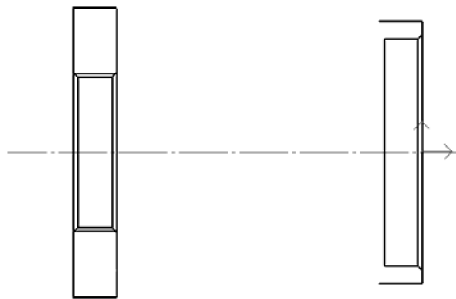
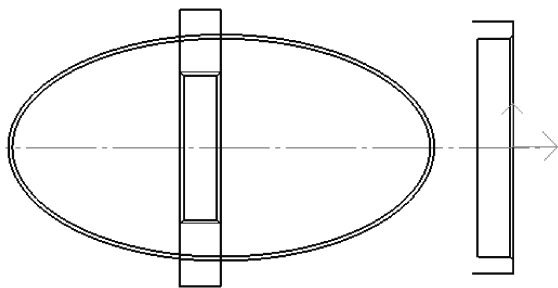

图 8-91 两端轮廓
图 8-92 椭圆内外轮廓
该零件加工造型的方法有很多,读者应根据零件形状使用最快捷的绘图方法,将零件加工造型绘制出来。如图 8-91 所示,该实例对零件加工造型的步骤不做详细的介绍,主要根据零件的特点把圆弧部分绘制出来。首先绘制好零件两端轮廓,如图 8-92 所示。
2) 使用同样的方法绘制同一基准点长半轴为 51mm、短半轴为 27mm 的椭圆,如图 8-92 所示。